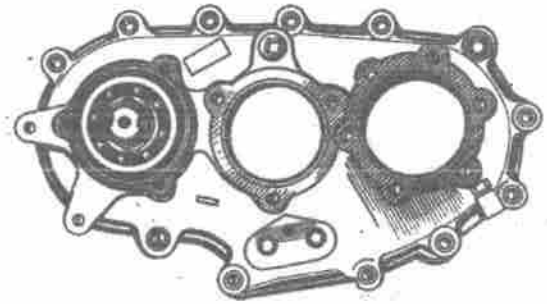

Bild 136. Antriebswelle der Vorderschse, eingesetzt im Deckel der Ölwanne
1. In untere Öffnung des Gehäusedeckels die zusammengebaute Antriebswelle der Vorderachse in Ringnut des Lagers den Anschlagring einsetzen und Welle bis zum Anschlag einbauen (Bild 136).